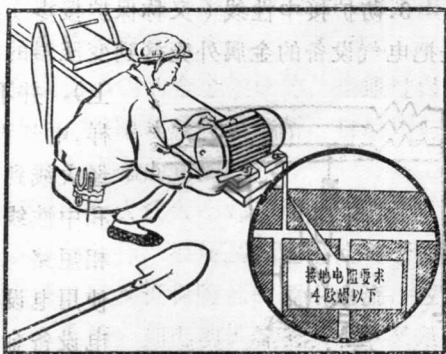

图2 防护接地
2. 防护接地（又称保护接地）：就是把电气设备（如电动机等）的金属外壳，用一定的方式和大地连接起来。采用保护接地的电气设备，如果绝缘损坏了，电流就通过金属外壳的接地线流入大地，使电气设备的金属外壳不带电，这样就可避免触电。反过来说，如果电气设备金属外壳不接地，在电气设备因绝缘损坏而漏电时，人们接触到它的外壳就要触电。因此，电气设备的金属外壳一定要安装合乎要求的接地线（图2）。